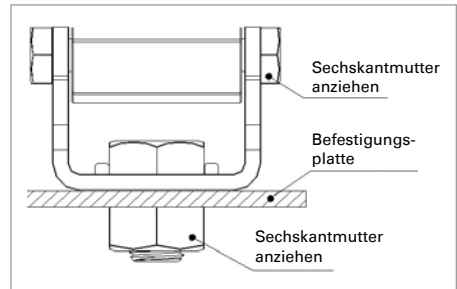

Abbildung 2
- d. Führen Sie die Schrauben durch die Befestigungsbohrungen hindurch und setzen Sie den Federring ein. Ziehen Sie dann die Sechskantmutter fest (siehe Abbildung 2).